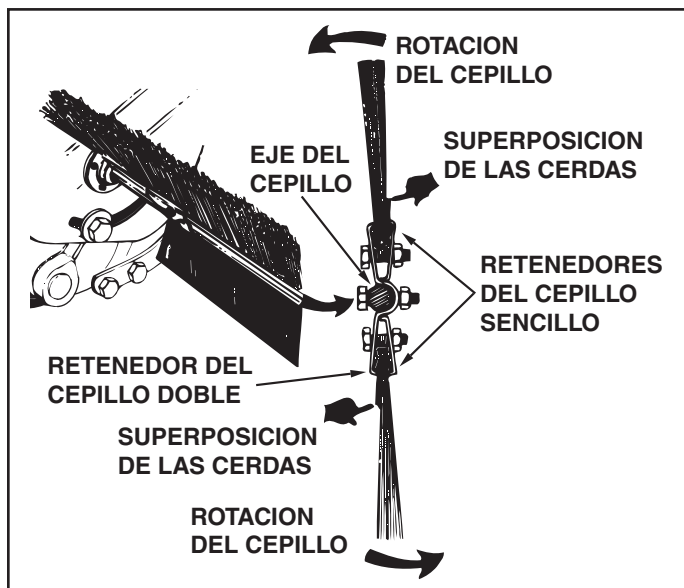

FIGURA 21
2. (Figura 21) Afloje los pernos hexagonales y las tuercas de cierre en los dos retenedores del cepillo sencillo, que sujetan un cepillo a los retenedores del cepillo doble. No afloje ni retire los pernos que fijan los retenedores del cepillo doble al eje del cepillo.
3. (Figura 21) Saque deslizando el cepillo de los retenedores, fijándose bien en qué lado del cepillo se superponen las cerdas.
4. (Figura 21) Instale el cepillo nuevo, asegurándose de que las cerdas se superpongan en el mismo lado del cepillo, como estaban antes.